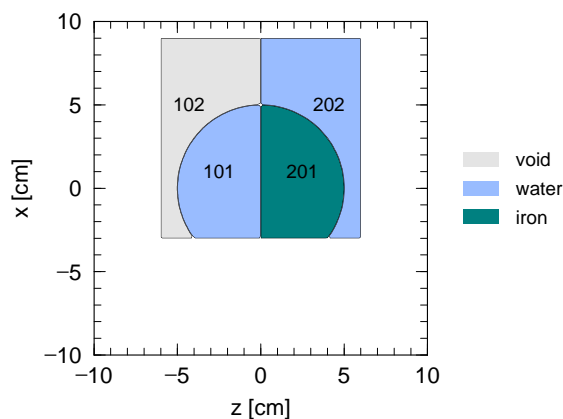

図 16: 例題 (5) において、セル番号 1 と 2 の範囲を  $x$  方向に関してずらした場合。
**Universe** 構造を利用する際の注意点として、未定義の領域を引用しないことと、座標系が全ての宇宙で一致していることが挙げられます。例えば前者については、例題 (5) の 8 行目でセル番号 102 の領域をボイドとして定義する必要があり、これがないと 5 行目で引用した際にセル番号 102 の部分を適切に設定できません。各 **universe** の全ての領域を定義する必要はありませんが、引用する領域については何らかの物質(かボイド)を指定しておかなければなりません。また後者については、座標原点の位置、 $x, y, z$  軸の方向、空間のスケールがどの **universe** でも同じです。これは同じ **[surface]** セクションで定義した面を利用しているためです。別の宇宙を引用する場合は、対応する座標を確認してください。例えば、例題 (5) の 14,15 行目で **PX** の値を変えると、図 16 の様に円柱の一部が立方体の中に入らなくなります。